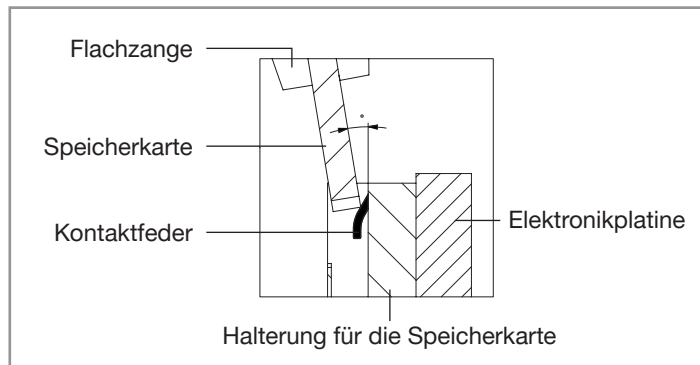

Fig. 27: Einsetzen der Speicherkarte mit Flachzange
- Die Speicherkarte mit einer Flachzange greifen und die Speicherkarte schräg einsetzen. Siehe Fig. 27. Druck ausüben, um die Gegenkraft des Federkontakts zu überwinden.